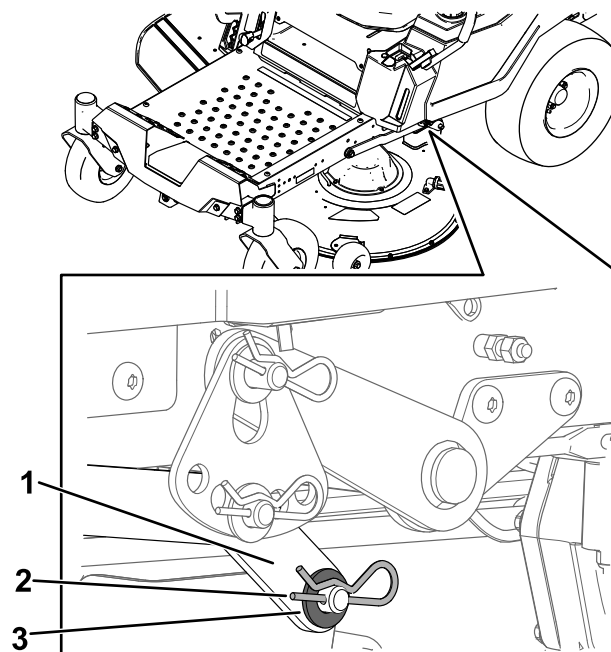

Figure 68
6. D'un côté de la machine, retirez la rondelle et la goupille fendue de l'axe du tablier (Figure 68).
7. Déposez le bras de levage de l'axe du tablier (Figure 68).
5. D'un côté de la machine, soulevez l'arrière du tablier de coupe et installez le bras de levage sur l'axe du tablier (Figure 68).
6. Installez le bras de levage avec la rondelle et la goupille fendue (Figure 68).